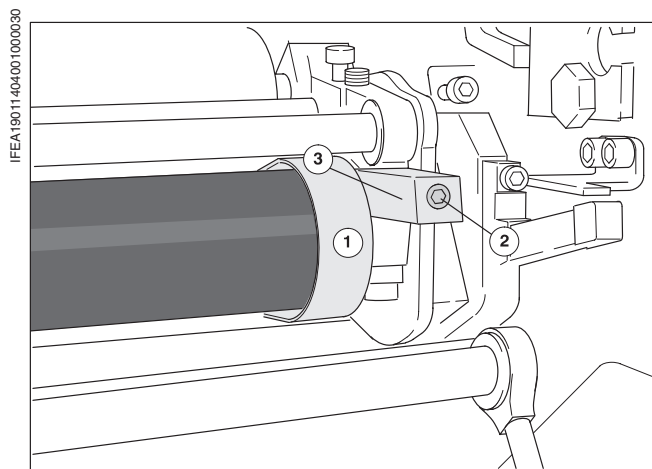

Рис. 23 Демонтаж брызгозащитного щитка на стороне привода
Брызгозащитные щитки перед дозирующим валиком (Рис. 23/①) на стороне привода и стороне обслуживания нужно проверять один раз в неделю и при загрязнении очищать.
- ① Откройте защитные ограждения над аппаратом увлажнения и под ним.
- ② Вытащите ванну для увлажняющего средства.
- ③ Выкрутите полностью винт с внутренним шестигранником (Рис. 23/②) с помощью инструмента печатника. Винт с внутренним шестигранником остается в держателе (Рис. 23/③) брызгозащитного щитка.
- ④ Поверните вниз брызгозащитный щиток (Рис. 23/①) и вытащите его на держателе (Рис. 23/③).
- ⑤ Удалите также брызгозащитный щиток на другой стороне.